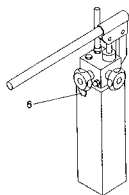
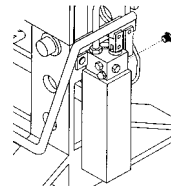

Bild 6: Öleinlassschraube
Bild 7: Öleinlaßschraube
- Die Hydraulikeinheit (Zylinder/Pumpe) ist ein versiegeltes System. Sollte die Hydraulikeinheit Öl verlieren und die Dichtungen ausgewechselt werden, so ist es notwendig, Öl durch die Öleinlassschraube (**siehe Bild 6 für WP 10H, WP 30H und WP 50H bzw. Bild 7 für WP 15F und WP 20F**) einzufüllen. Die Pumpe muß ganz gefüllt sein. Diesen Vorgang nur mit Kolben in Ruheposition, also wenn er ganz eingefahren ist, durchführen.